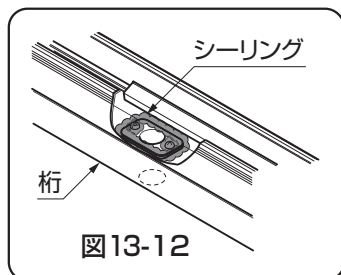

図13-12
- アタッチメント取付け後、雨樋部から飛出しているネジの周囲とアタッチメントプレートの周囲にシーリングをしてください。十分にシーリングしていないと雨漏りの原因になります。(図13-12参照)